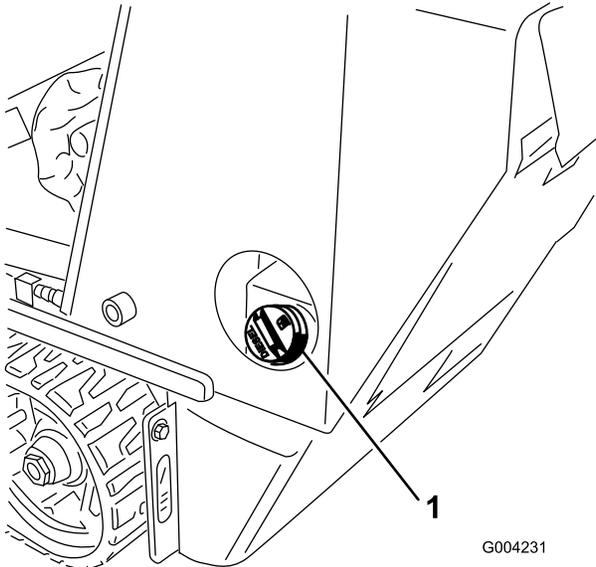

図 15
3. 燃料キャップの周囲をきれいに拭いてキャップを外す  図 15。